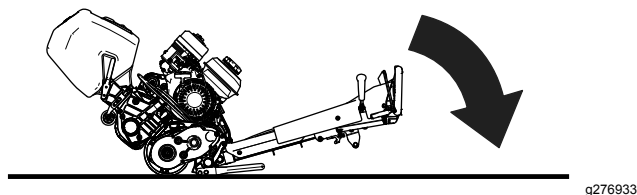

Figura 7
2. Aceda à unidade de corte descendo a pega da unidade de tração para o solo (**Figura 7**).